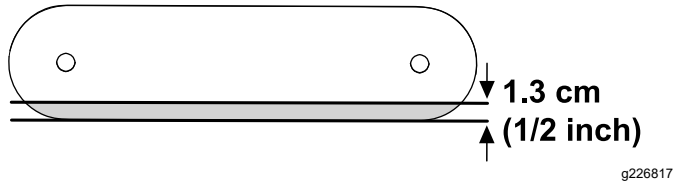

Bild 19
1. Schneiden Sie an der ausgebauten Stützplatte einen 1,3 cm breiten Streifen der Vorderseite ab, wie in Bild 19 als grau schraffierter Bereich abgebildet.